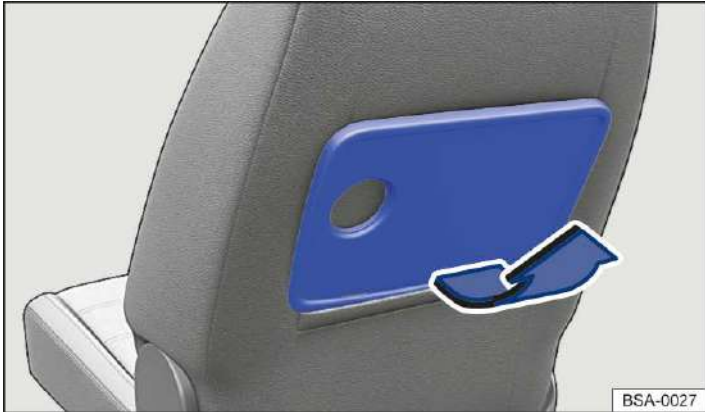

Abb. 1 Am Vordersitz: Klapptisch aufstellen.
1. Zum Aufstellen Entriegelungstaste an der Unterkante des Klapptischs drücken und Klapptisch in Pfeilrichtung nach oben ziehen → *Abb. 1*, bis er einrastet.